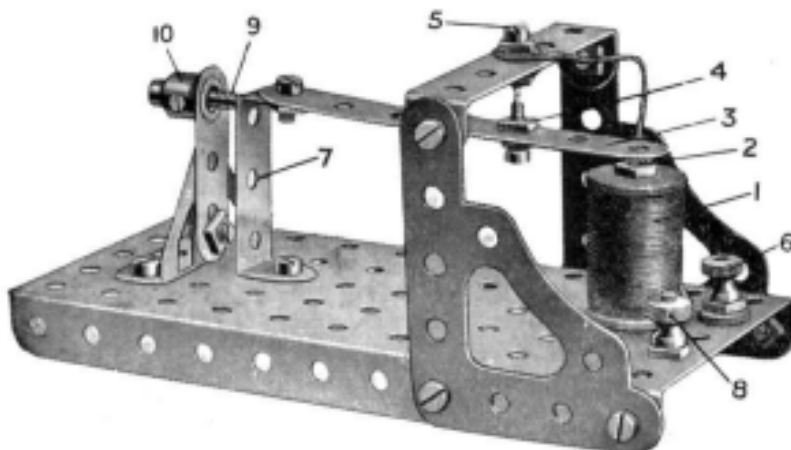

Fig. 1
La bobine 1 du buzzer (fig. 1) est une bobine Meccano bobinée avec du fil de cuivre S.C.C. calibre 26. Pour bobiner ce fil de cuivre on utilisera la machine à bobiner le fil décrit dans le « M.M. » du mois de juin. La bobine est fixée à la plaque à rebords par un noyau ou masse polaire 2, dont l'extrémité supérieure constitue le pôle de l'aimant. Au-dessus de la bobine est disposée une bande de 7 trous 3 qui constitue l'armature vibrante, une vis à contact à virole en argent (4) y étant boulonnée comme on peut le voir sur la figure. Une seconde vis à contact à virole en argent (5) est montée sur une bande courbée de 6 cm. et isolée de cette bande par l'intermédiaire d'un coussinet isolateur et d'une rondelle isolatrice. Une extrémité du fil de la bobine est connectée à ce contact 5, l'autre extrémité étant fixée à la borne isolée 6.